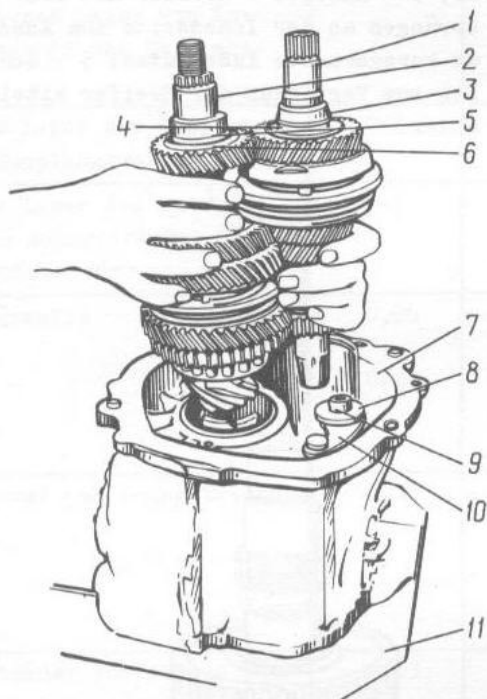

Bild 3-69. Gemeinsames Herausziehen von Kupplungs-welle und Ausgangswelle aus Achsgetriebekasten:
- Getriebekasten 7 (Bild 3-69) gegen Axialverlagerung festhalten und gleichzeitig aus ihm Kupplungswelle 1 und Ausgangswelle 2 (diese sind zusammen verbunden) herausnehmen. Dafür sorgen,